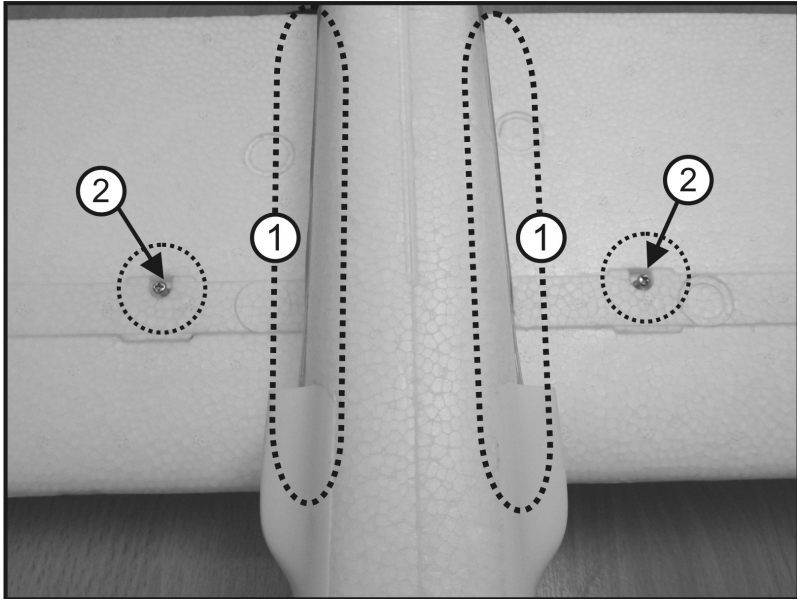

Figure 5
Pour ce faire, glissez le raccord fourni pour les surfaces portantes (2) dans l'une des surfaces portantes (1). Le raccord des surfaces portantes devra respectivement être fixé au moyen d'une vis après avoir emboîté les surfaces portantes. Pour le montage du raccord des surfaces portantes, ces vis doivent éventuellement légèrement être dévissées lors du premier montage (voir figure 5).